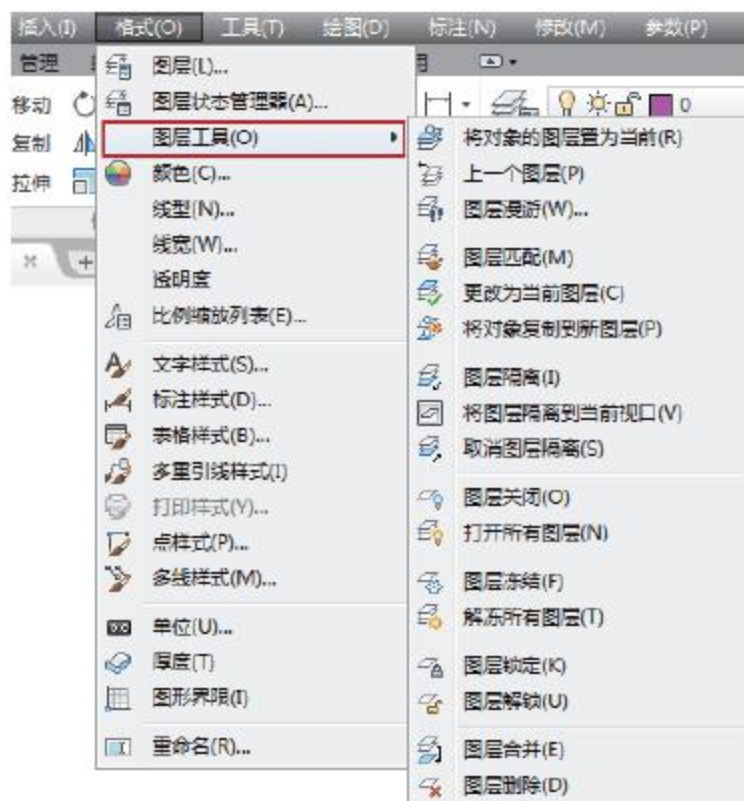

图2-118 选择命令
- 菜单栏：选择菜单【格式】|【图层工具】命令，在子菜单中选择命令，如图2-118所示。